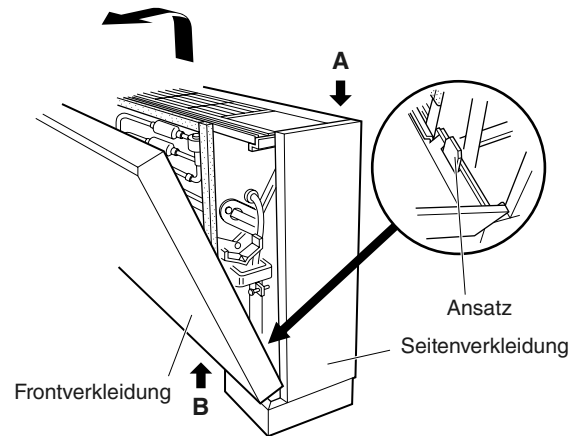

Abb. 3-180
- (1) Die 2 Schrauben am unteren Teil der Frontverkleidung herausdrehen.
- (2) **A** oben rechts an der Einheit halten und auf **B** unten rechts an der Verkleidung drücken. Die rechte Seite der Frontverkleidung löst sich. Danach die linke Seite der Frontverkleidung auf dieselbe Weise lösen. (Abb. 3-180)
- (3) Den Kabelsteckverbinder (2-polig, rot) der Heizung lösen. (Abb. 3-180)